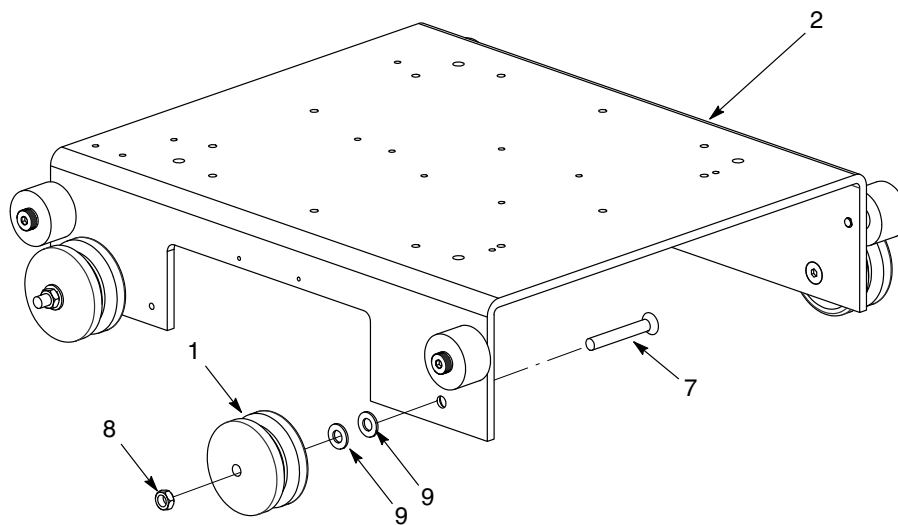

Figura 15 Extracción de la rueda de la ranura en V
4. Ver la figura 15. Utilizando una llave Allen, extraer el tornillo de cabeza plana, las arandelas planas, y la tuerca hexagonal de la rueda de ranura en V.